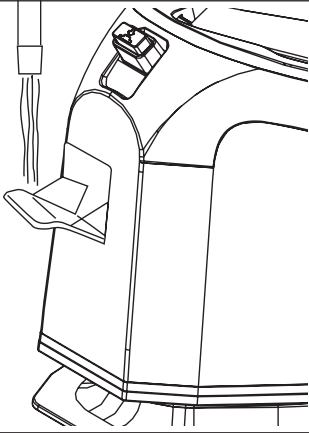

Fig 2
- Pulse la opción de vapor para el planchado con vapor. Fig. 2